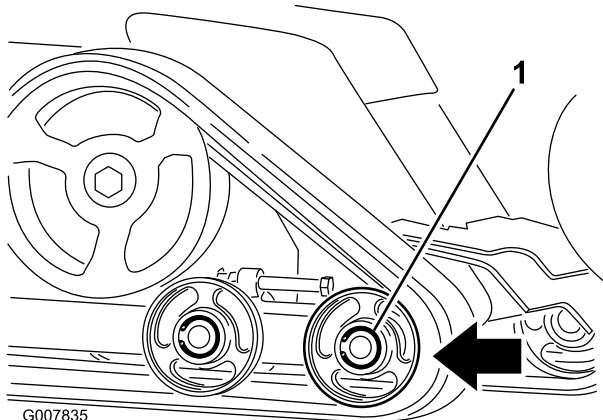

Bild 44
6. Drücken Sie das vordere Straßenrad soweit es geht nach hinten (Bild 44).
8. Wenn Sie die Kette vom Straßenrad entfernt haben, nehmen Sie sie von der Maschine ab (Bild 44).
9. Legen Sie die neue Kette, beginnend beim Antriebsrad, um das Rad und stellen Sie sicher, dass die Stollen an der Kette zwischen die Distanzstücke am Kettenrad passen (Bild 44).
10. Drücken Sie die Kette unter und zwischen das hintere und mittlere Straßenrad (Bild 44).